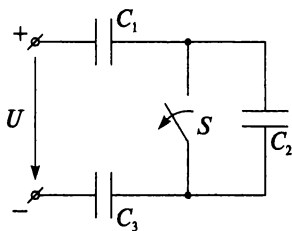

Рис. 1.17
4. Цепь конденсаторов (рис. 1.17) была заряжена при замкнутом ключе S . Как изменятся напряжения и заряды конденсаторов, если, не отключая источника питания, разомкнуть ключ?